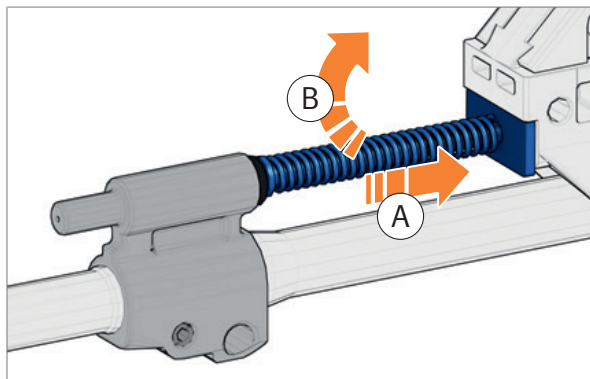

Abb. 101: Antriebsstange entnehmen
2. Antriebsstange nach hinten ziehen und halten (Abb. 101).
3. Antriebsstange nach oben ziehen und nach vorne aus dem Gehäuse entnehmen (Abb. 101).